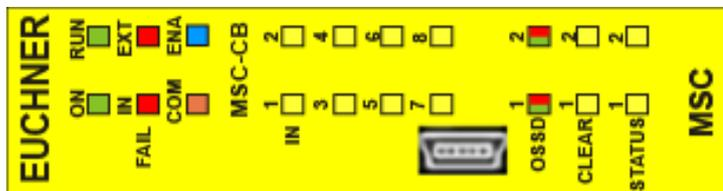

Figure 13 :
**8.3.1. Module de base MSC-CB (Figure 13)**